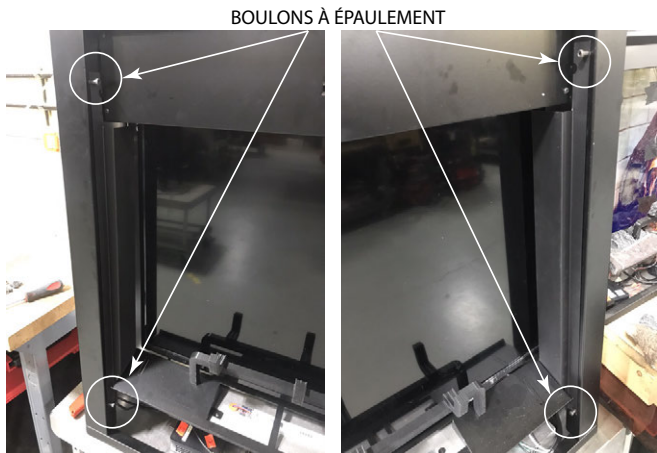

Figure 4.14 Installation des panneaux latéraux
Retirer les (2) panneaux latéraux de la boîte à composants. La partie angulaire du panneau latéral doit être orientée vers le bas de l'appareil. Repérez les quatre (4) boulons à épaulement et fixez les deux (2) panneaux latéraux à l'aide de deux (2) boulons à épaulement par côté. Voir la figure 4.14.